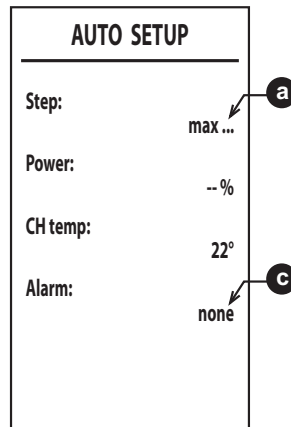

fig. 38
6. După aprindere, arzătorul se poziționează pe încălzire la diferitele puteri (max, med, min) indicate de punctul **a** (fig. 38).
8. Dacă secvența de aprindere descrisă la punctul „6” nu s-a finalizat cu succes, apare mesajul **max_err** la punctul **a** și un cod de eroare la punctul **c** (fig. 38).